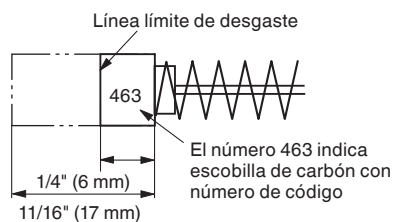

Fig. 45
2. Inspección de las escobillas (Figs. 45 y 46)
Por lo tanto, inspeccione periódicamente las escobillas y reemplácelas cuando se hayan desgastado hasta la línea límite mostrada en la Fig. 45.
NOTA: Al cambiar las escobillas de carbón, utilice únicamente escobillas de carbón Hitachi que tengan el número de código "463" (refiérase a la Fig. 45). Si usa otras escobillas de carbón, el freno eléctrico no funcionará.